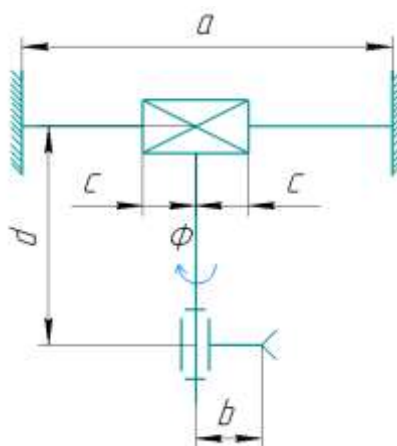

Рис. 2. Кинематическая схема манипулятора
9. Из конструктора собрали манипулятор по следующей кинематической схеме (рис. 2):